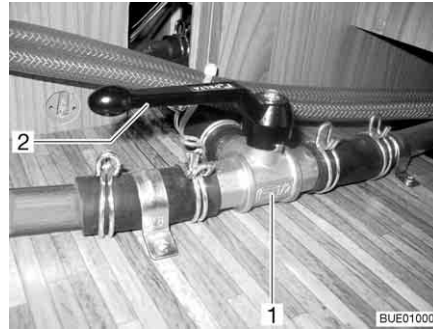

Fig. 190 Valvola a 3 vie
- Posizionare la leva (Fig. 190,2) della valvola a 3 vie (Fig. 190,1) parallela alla direzione di flusso diretta (Fig. 190).
- Posizionare la leva (Fig. 190,2) della valvola a 3 vie (Fig. 190,1) trasversale alla direzione di flusso diretta.